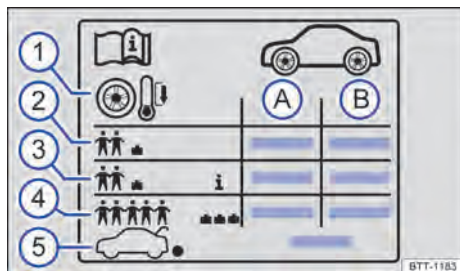

Fig. 164 Etiqueta com as pressões dos pneus.
Indicações na etiqueta de pressão dos pneus → Fig. 164:
- Adequar a pressão dos pneus sempre à condição de carga do veículo → Fig. 164 ③.